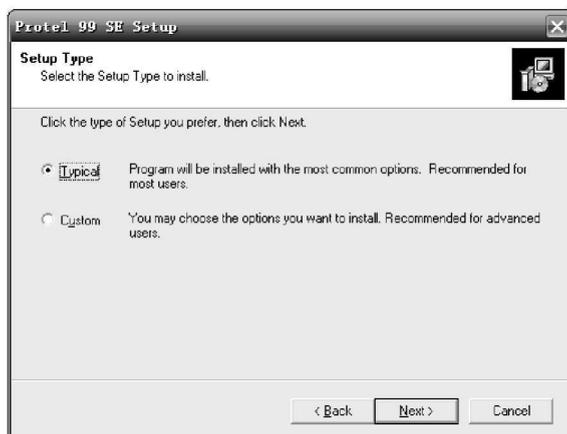

图 1-4 软件安装类型
(4) 这时会进入选择安装类型界面，如图 1-4 所示，一般选择 Typical（典型安装）。单击“Next”按钮，进入如图 1-5 所示界面。